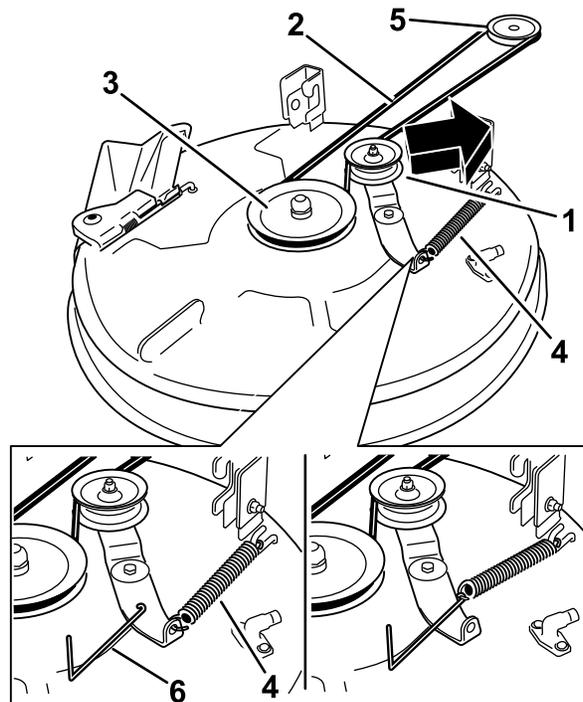

Figura 57
4. Utilize um removedor de molas (peça Toro n.º 92-5771), remova a mola intermédia do gancho da plataforma para retirar tensão da polia intermédia e role a correia para fora das polias (Figura 57).
5. Coloque a nova correia em redor da polia do motor e nas polias do cortador (Figura 57).
6. Utilize um removedor de molas (peça Toro n.º 92-5771), instale a mola intermédia por cima do gancho da plataforma para colocar tensão da polia intermédia e na correia do cortador (Figura 57).